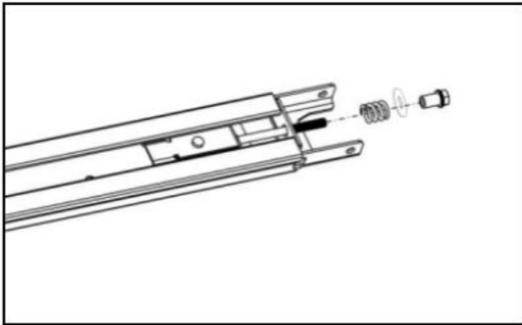

Bild 9
3. Lossa muttern och fjädern enligt fig. 9.